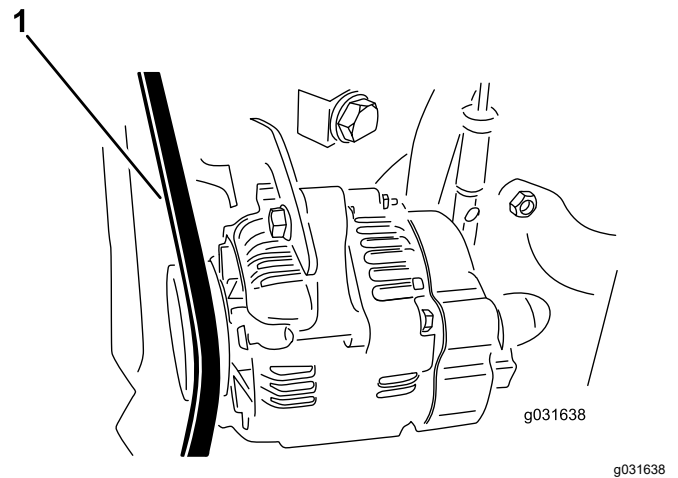

図 62
2. プーリとプーリの中間部でベルトを指で0.25 kg程度の力で押して点検する 図 62。